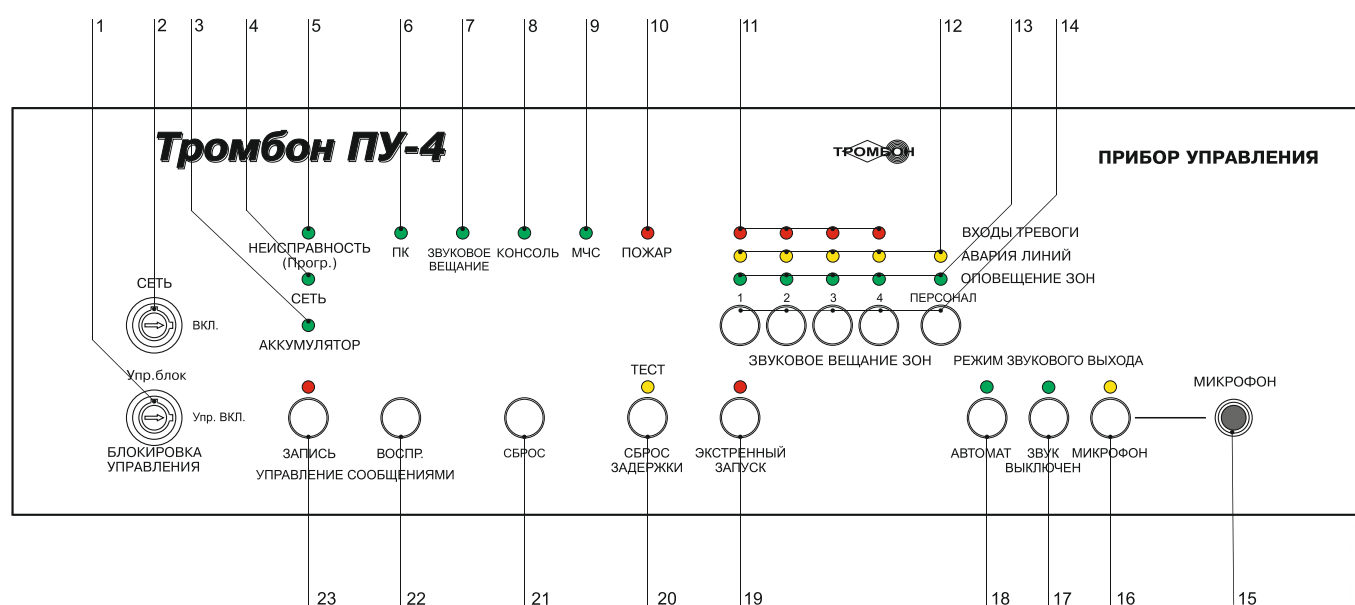

Рис. 1. Внешний вид ПУ «Тромбон ПУ-4» и расположение органов управления и индикации.
4. Любые другие значения сопротивления линии связи, воспринимаются Прибором как авария линии связи с ППКП. На передней панели Прибора зажигается индикатор аварии линий (рис. 1, поз. 12) соответствующий номеру неисправной линии и периодически издает звук зуммера.
Основной режим работы Прибора. В этом режиме все реле Прибора выключены, питание на усилитель мощности не подается. В «Дежурном режиме» Прибор выполняет контроль входов пожарной сигнализации, входа МЧС и контроль линий связи с оповещателями. В «Дежурном режиме» работы на передней панели Прибора горят индикаторы «Сеть», «Аккумулятор» и «Автомат» (рис. 1, поз. 4, 18).